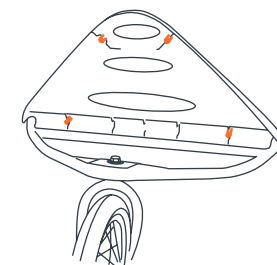

Fig. 5a
5) • Examine la parte inferior del guardabarros delantero. Notará cuatro tubos plásticos de 1/4 pulgada de diámetro que sobresalen de la parte inferior (Fig. 5a).